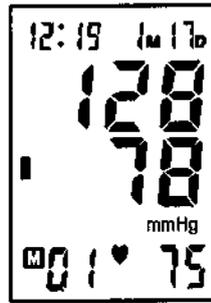
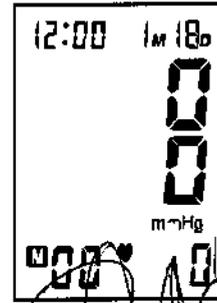

Figura 8-3
Figura 8-4
- c. Luego de seleccionar el "banco" de memoria, aparecerá en la pantalla el último resultado con la fecha y la hora. Remítase a la figura 8-3. La pantalla LCD mostrará la figura 8-4 con la fecha y la hora actuales si no se almacenó ninguna memoria en el "banco" seleccionado.